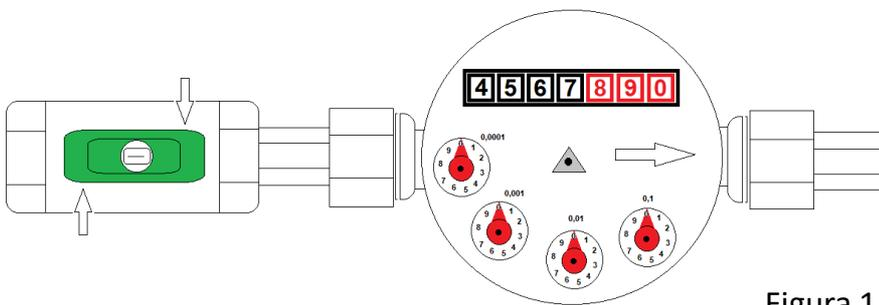
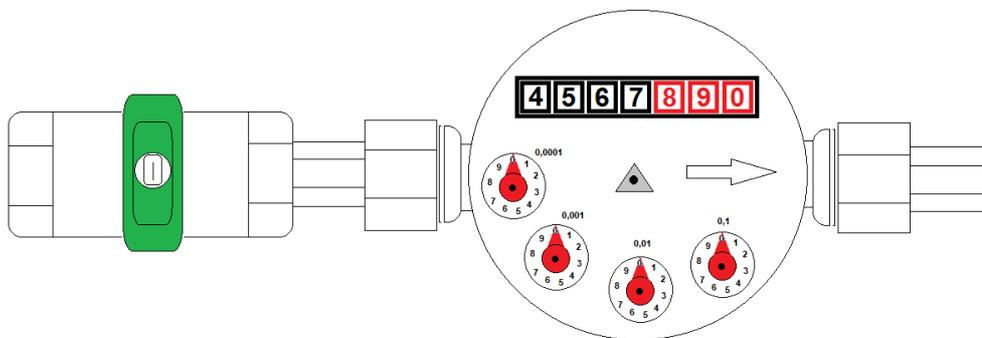

Figura 1
Figura 2
Chiudere la valvola a monte del contatore da sostituire (Figura 1) di 90° fino a portarla nella posizione di Figura 2 (nel caso di valvole a sfera)
**1.1.6 -** Avvitare completamente i raccordi A e B dagli attacchi del contatore fino a riposizionarli come in Figura 1